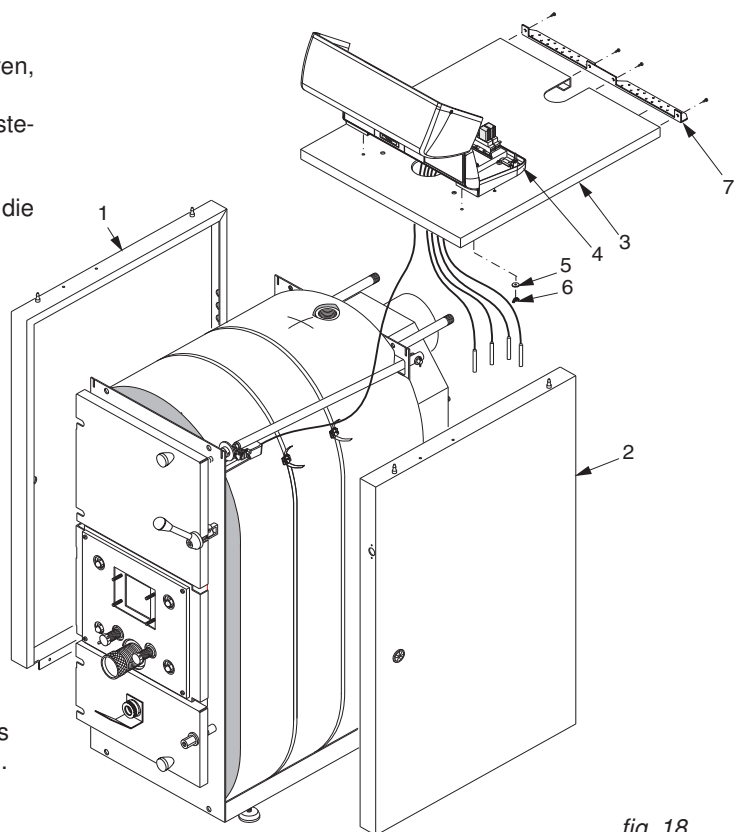

fig. 18
- Linkes und rechtes Seitenteil (**1 / 2**), **fig.18** in die äußeren, oberen Einschnitte der Kesselfront- und Rückwand einhängen und mit leichtem Druck in den unteren Sockelstege des Kesselkörpers einfügen.
- Erdleitung (PE) aus dem Schaltfeld nach unten heraus führen und Leitung (**5 / 6**) am Abdeckblech befestigen.
- Die winkelige Blechleiste, **Pos.7, fig.18** als Abschluss hinten an das Kessel-Abdeckblech ansetzen und mit Blechschauben befestigen.